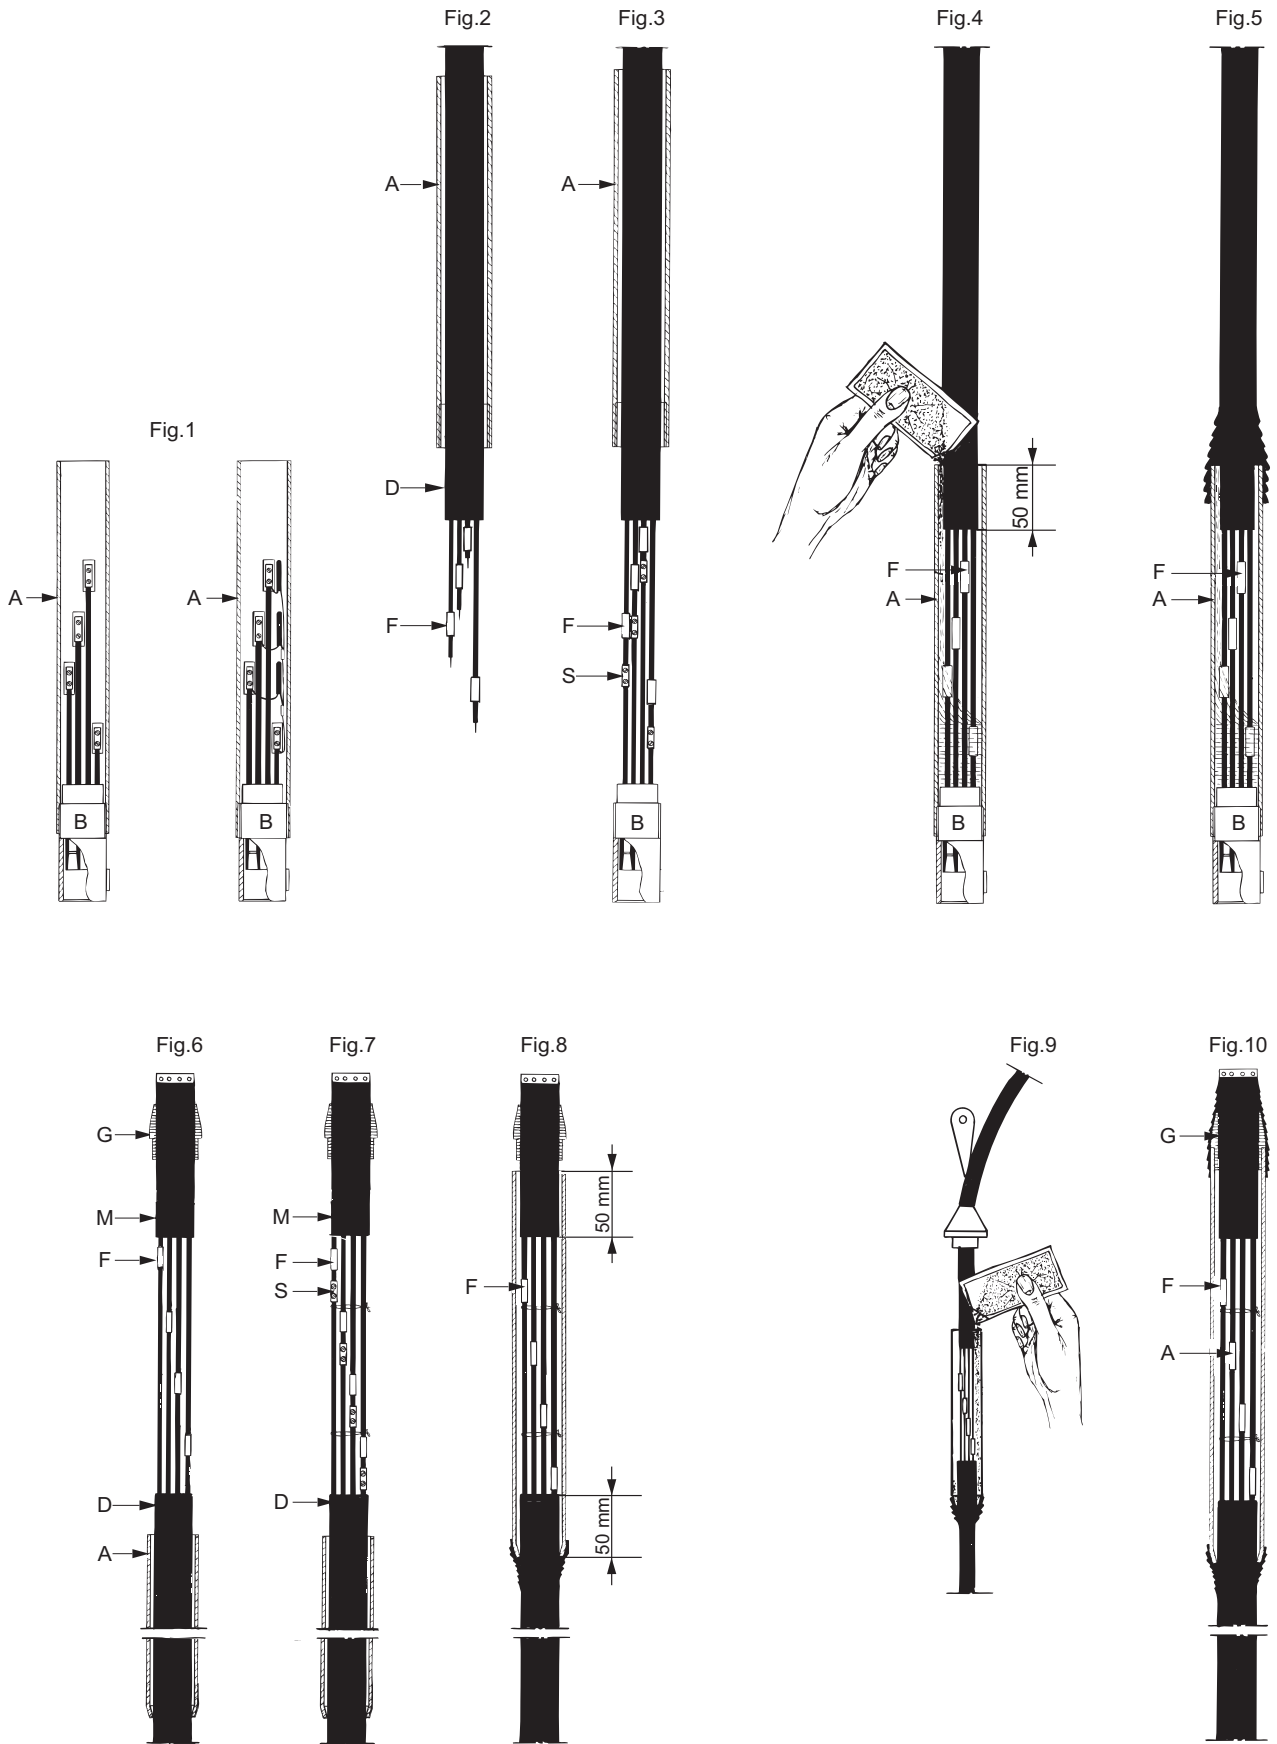

Abb. 1 Filling resin
Die Abbildungen, die im folgenden Text erwähnt werden, sind im Anhang am Ende dieser Anleitung zu finden. Sind zwei Zeichnungen zu sehen, bezieht sich die rechte Zeichnung auf eine Kabelkupplung mit Überspannungsschutz, z. B. Abb. 1.
- Das Rohr (A) vom Stopfen (B) abschrauben, siehe Abb. 1.
- Das Unterwasserkabel (D) abisolieren, siehe Abb. 2. Die Leiter versetzt abschneiden, sodass sie den Leitern am Motorstecker (B) entsprechen, siehe Abb. 1.